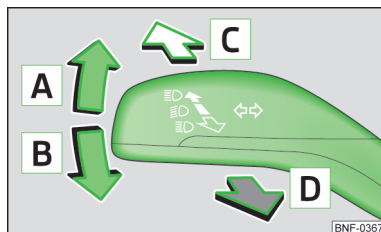

Fig. 24
» Tryk armen fremad for at tænde fjernlyset » Fig. 24 på side 31.
- Tryk armen » Fig. 24 opad eller nedad .
- Tryk armen » Fig. 24 fremad i pilens retning .
➤ Træk armen mod rattet (fjædret position) i pilens retning **D** » Fig. 24 – fjernlyset og kontrollampen **D** i kombiinstrumentet lyser.